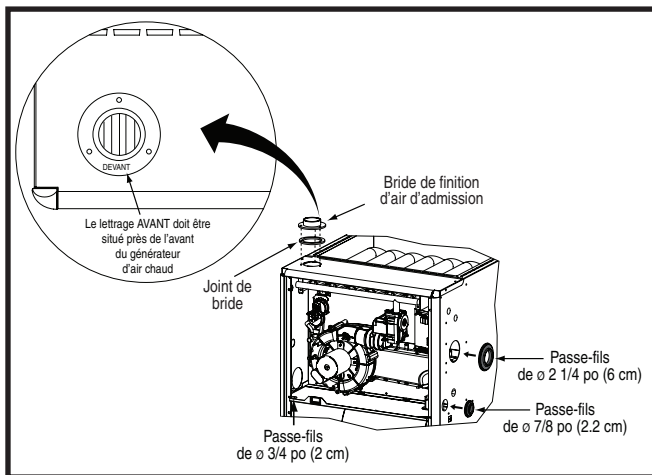
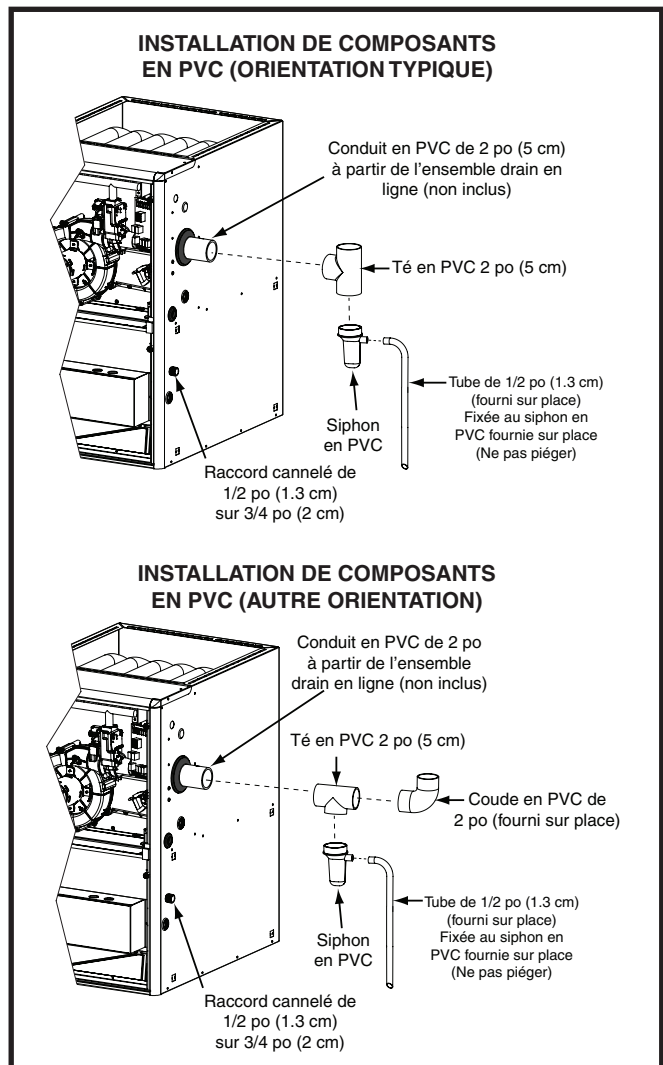

Figure 16. Bride de finition et passe-fils en caoutchouc
Figure 17. Composants en PVC
Les composants illustrés à la Figure 16 (page 18) et à la Figure 17 (page 18) sont inclus dans le sac de pièces supplémentaires fourni avec les générateurs d'air chaud \*TE/\*TN. Selon le type d'installation, certains de ces composants sont facultatifs et peuvent ne pas être utilisés. Veuillez vous reporter aux descriptions et aux figures d'accompagnement pour installer ces éléments.
2. Placer la bride de finition sur le dessus du joint d'étanchéité de bride. **REMARQUE:** S'assurer que la bride est bien orientée de façon à ce que le lettrage AVANT soit situé à proximité de l'avant du générateur d'air chaud, comme indiqué à la Figure 16.
Le passer-fils en caoutchouc de 2 1/4 po (5,7 cm) est utilisé pour assurer l'étanchéité de l'ouverture entre l'armoire du générateur d'air chaud et le conduit d'évent en PVC de 2 po (5 cm). Il faut installer le passer-fils en caoutchouc dans le trou de 3 po (7,6 cm) avant de sortir le conduit d'évent de l'armoire. Aucun produit d'étanchéité n'est requis. Consulter la Figure 16.
- Le conduit en PVC de 2 po (5 cm) illustré à la Figure 17 n'est pas fourni dans le sac de pièces supplémentaires.
Le té et le siphon en PVC de 2 po (5 cm) sont utilisés lorsque l'inducteur est orienté pour faire sortir l'évent du côté gauche ou du côté droit de l'armoire du générateur d'air chaud. Consulter la Figure 17.
1. Installer le té en PVC à la verticale sur le conduit d'évent de 2 po (5 cm) qui sort par le côté de l'armoire. Coller les deux éléments ensemble de façon permanente au moyen de l'apprêt et de la colle appropriés. Se reporter à l'orientation typique illustrée à la Figure 17.
1. Installer le té en PVC à l'horizontale sur le conduit d'évent de 2 po (5 cm) qui sort par le côté de l'armoire. Coller les deux éléments ensemble de façon permanente au moyen de l'apprêt et de la colle appropriés. Se reporter à l'autre orientation illustrée à la Figure 17.